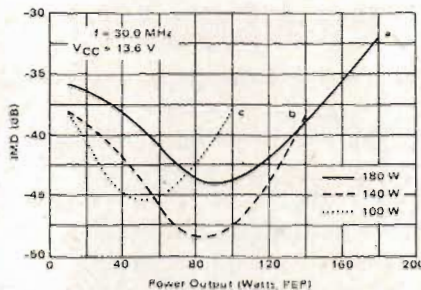
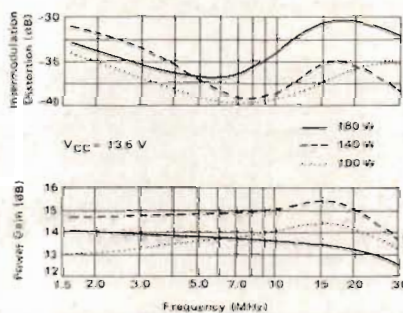

Fig 6. Intermodulationsdistorsion kontra uteffekt.
Fig 7. IMD och effektförstärkning kontra frekvens.
Varje förstärkares prestanda mäts med den utrustning som beskrivs i referens (2). De heldragna linjerna i fig 6, 7, 8 och 9 gäller för 100 W-förstärkaren, de streckade gäller för 140 W- och de prickade linjerna för 180 W-enheten. Angivna data är typiska, och spridningar i transistorernas  $h_{FE}$ -värden resulterar i mindre variationer i RF-förstärkningen (fig 7).